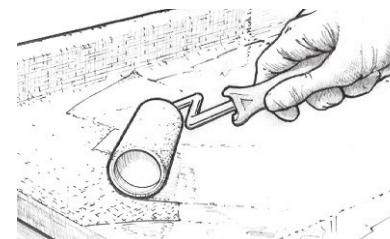

Figure 29 Couvrez la surface pour remplir le tissage avant que le mouillage devienne sec à la surface.
8. Couvrez la surface pour remplir le tissage avant que la partie humide ne devienne non collante (Figure 29). Suivez les procédures pour un revêtement final dans la section suivante. Il faudra deux ou trois couches pour complètement remplir le tissage du tissu et procurez un revêtement assez épais pour permettre un ponçage final qui n'aura pas d'effet sur le tissu.